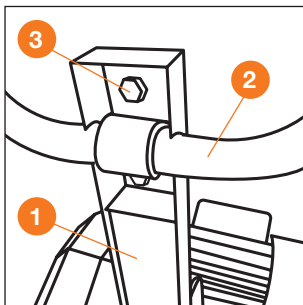

Рис. 13
8. Установка рукояток управления на консоль (Рис. 13).